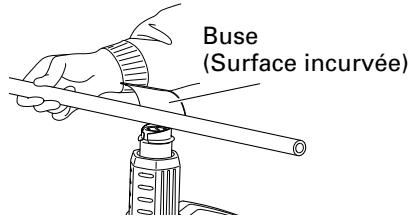

Fig. 9
4. Formation de tuyaux en résine (Fig. 9)